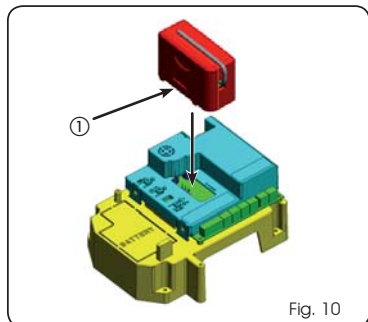

Fig. 10
L'armoire électronique est munie d'un système de décodage (DS, SLH, LC) bicanal intégré appelé OMNIDEC. Ce système permet de mémoriser, par l'intermédiaire d'un module récepteur supplémentaire (Fig. 10 réf. ①) et de radiocommandes de la même fréquence, tant l'ouverture totale (OPEN A) que l'ouverture partielle (OPEN B) de l'automatisme.